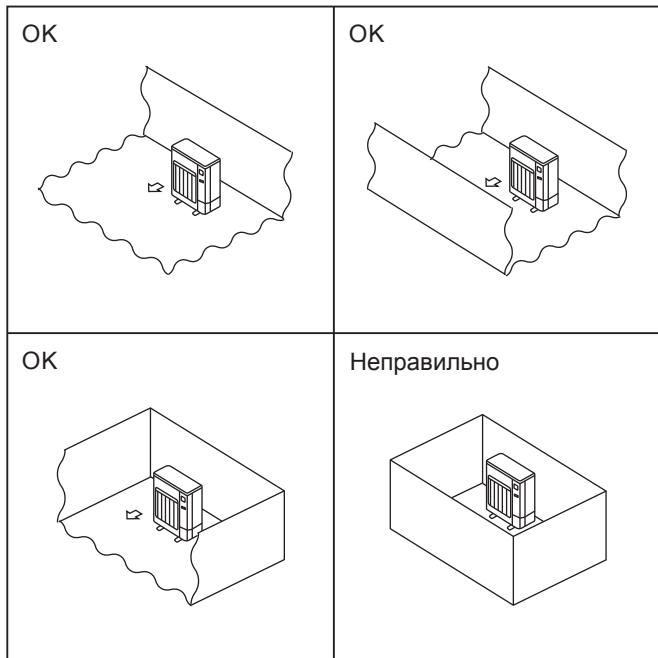

Fig. 2-1
- Устанавливайте наружные приборы в достаточно большом пространстве без препятствий, либо так, чтобы, по крайней мере, одна из четырех сторон прибора была открыта. (Fig. 2-1)